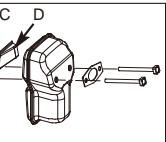

Fig. 17B
2. Fjern de 2 skruene som holder dekslet (C). (Fig. 17B)
3. Kast den brukte gnistfangeren (D) og skift den ut med en ny.